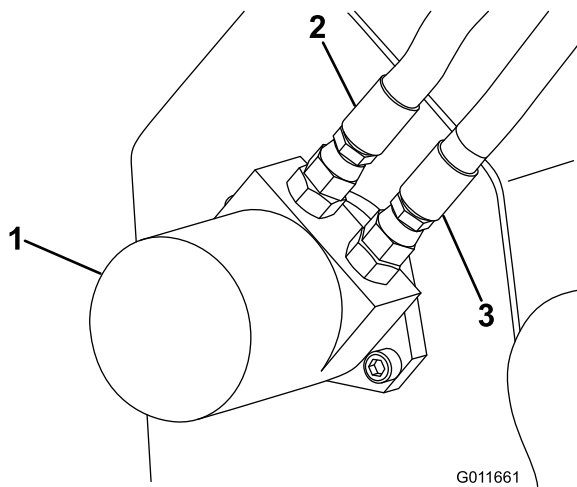

Figura 12
9. Desconecte los manguitos hidráulicos del motor hidráulico de la zanjadora (Figura 12).
3. Desconecte los manguitos hidráulicos del motor hidráulico de la zanjadora (Figura 12).